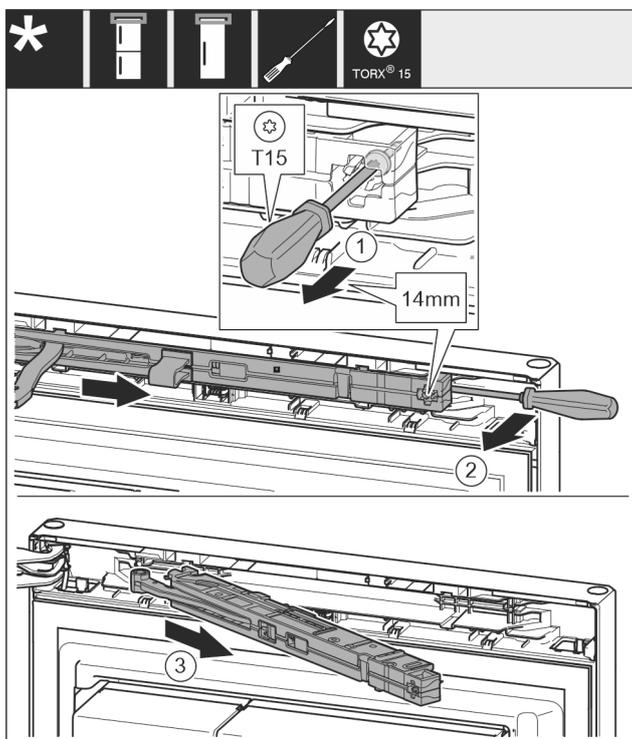

Fig. 10
- ▶ Schraube an Schließdämpfereinheit mit Schraubendreher T15 ca. 14 mm lösen. Fig. 10 (1)
- ▶ Mit einem Schraubendreher griffseitig hinter die Schließdämpfereinheit fahren und Einheit nach vorne drehen. Fig. 10 (2)
- ▶ Schließdämpfereinheit herausziehen. Fig. 10 (3)